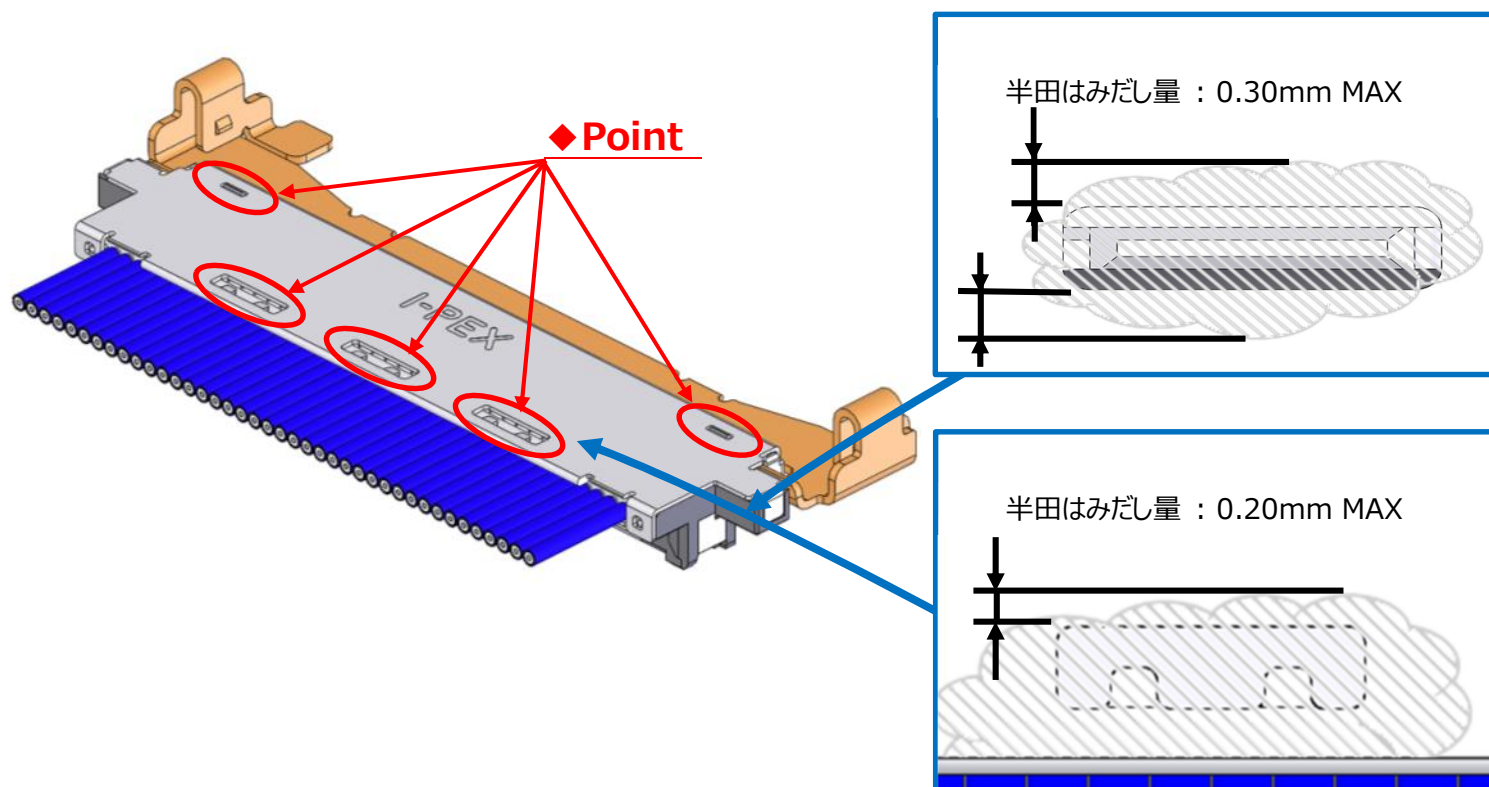

図.7 Shell-A と Ground Bar を半田付け
- ③ Shell-A,B と ground bar を半田コテにて半田付けすることを推奨する。(図.7,8◆部)